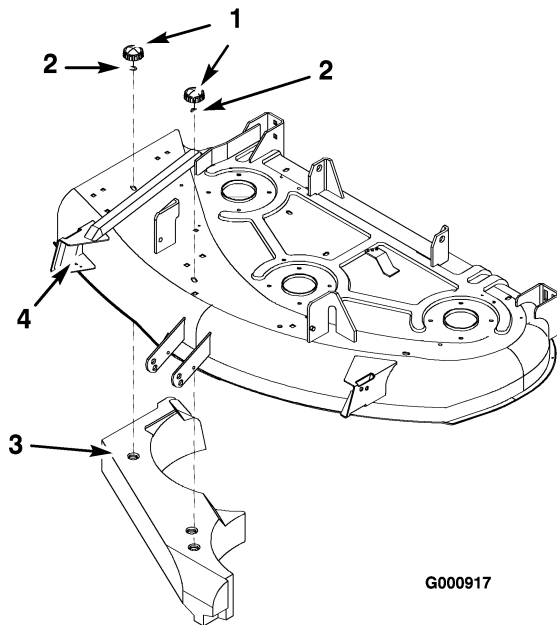

Bild 18
2. Nehmen Sie die Handräder oben an der Mähwerkabdeckung ab, mit denen das rechte Ablenkblech befestigt ist (Bild 18).
3. Heben Sie das Ablenkblech an und schieben Sie es aus dem Sicherheitsschalter mit dem linken Ablenkblech heraus (Bild 18).
Ablenklech in die offenen Löcher des Mähwerks ein (Bild 18).
4. Setzen Sie das rechte Ablenklech in die Mähkammer, sodass das verlängerte Anschlussstück mit dem linken Ablenklech ineinandergreift (Bild 18).
5. Befestigen Sie das Ablenklech mit den vorher entfernten gewellten Scheiben und Handrädern (Bild 18).
2. Entfernen Sie die Schrauben und Muttern in den Löchern, die Sie für das Ablenklech benötigen (Bild 18).